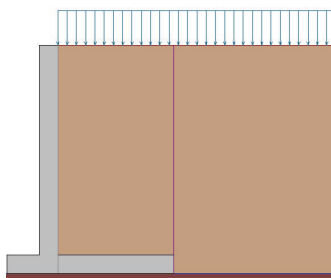

図1 支持に対する照査の場合
1. 支持に対する安定を照査する場合にはかかと版上の載荷荷重を考慮(図1)